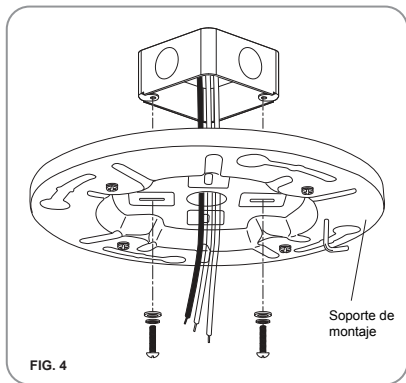

FIG. 4
Paso 1. Fije el soporte de montaje en la caja de salida por los dos tornillos y las arandelas proporcionados con la caja de salida. Asegúrese de que el soporte de montaje se apriete bien y firmemente.(Fig.4)